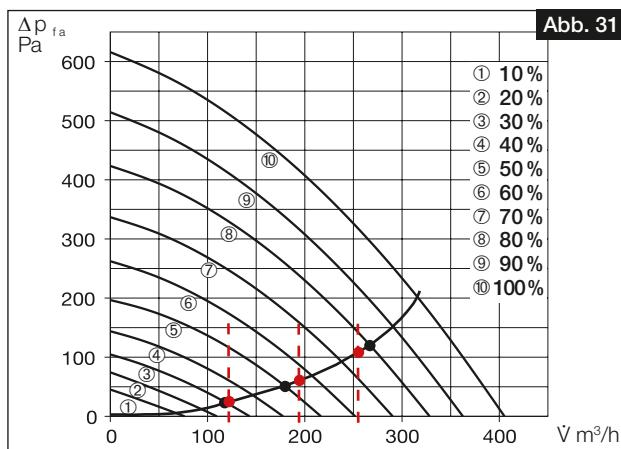
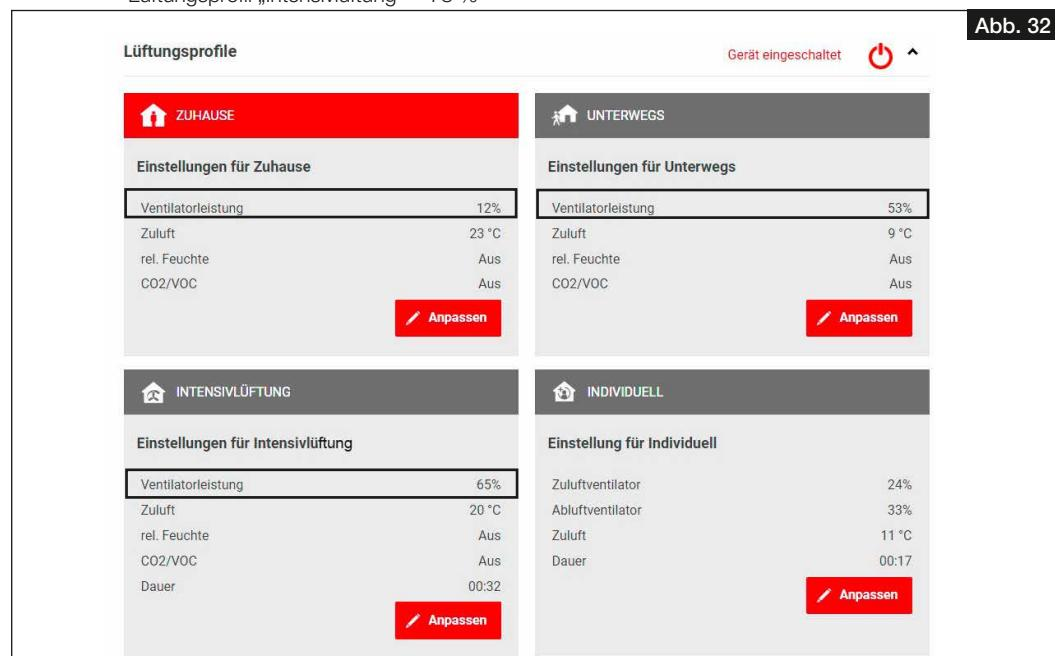

Abb. 31
Abb. 32
1. Volumenströme aus der Auslegungsberechnung für die drei Lüftungsprofile „Zuhause“, „Unterwegs“ und „Intensivlüftung“ in die Kennlinie des Gerätes für Zu- und Abluft eintragen (vgl. Abb. 31).
① Wir empfehlen folgende Werte in den Lüftungsprofilen zu hinterlegen:
2. An den Schnittpunkten der Volumenströme mit der Anlagenkennlinie können nun näherungsweise die einzustellenden Ventilatorleistungen (in %) der Lüftungsprofile abgelesen werden. Diese über die Software easyControls 3.0 oder das Bedienelement KWL-BE Touch in das entsprechende Lüftungsprofil eintragen (vgl. Abb. 31 und Abb. 32).